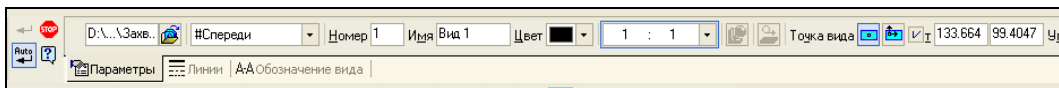

Рис. 28.13. Панель свойств: Произвольный вид на вкладке **Параметры**
- ◆ вызовите команду **Операции ► Создать новый чертеж из модели** из Строки меню или нажмите кнопку **Новый чертеж из модели** на панели **Редактирование детали** или **Редактирование сборки**. При этом в окне системы появляется формат чертежа и фантом модели или сборки. На Панели свойств: Произвольный вид на вкладке **Параметры** (рис. 28.13) вы можете задать ориентацию модели, ее масштаб, точку вида, а для листовых деталей — развертку. На вкладке **Линии** выберите стиль линий видимого контура;